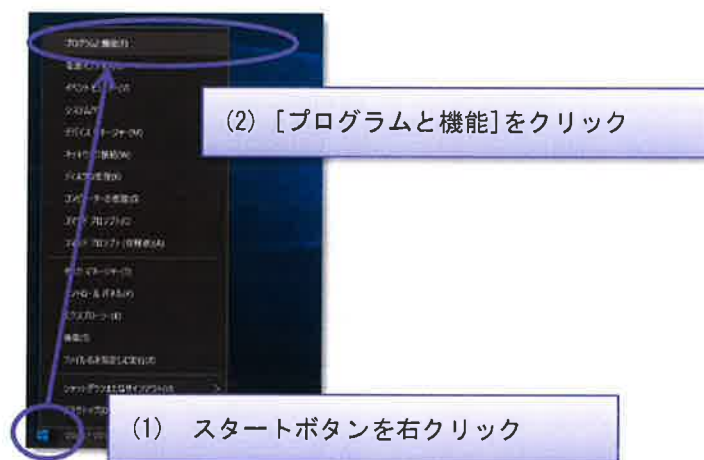

図 2.6 プログラムと機能
- (1) スタートボタンを右クリックして表示されたメニューから **[プログラムと機能]** をクリックするか、スタートメニューより **[Windows システムツール > コントロールパネル]** と選択し、**[プログラムと機能]** を選択します。（図 2.6）